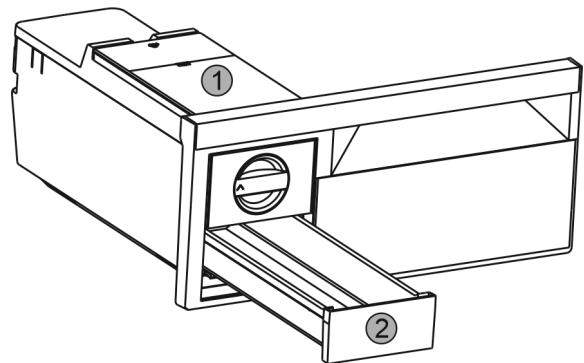

Fig. 50
- ▶ Извлечь бак для воды Fig. 50 (1) и выдвижной ящик для производства кубиков льда Fig. 50 (2).